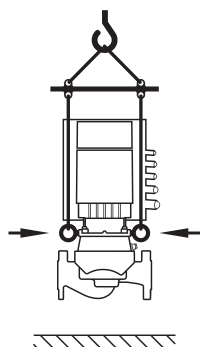

Fig. 8: Transport črpalke
- Črpalka se mora transportirati z dovoljenimi pripomočki za dvigovanje bremen (npr. s škripčevjem, žerjavi itn.). Pritrdite jih na razpoložljiva transportna ušesca, ki so na prirobnici motorja (Fig. 8, prikazano tu: Smer dviga z navpično gredjo motorja).